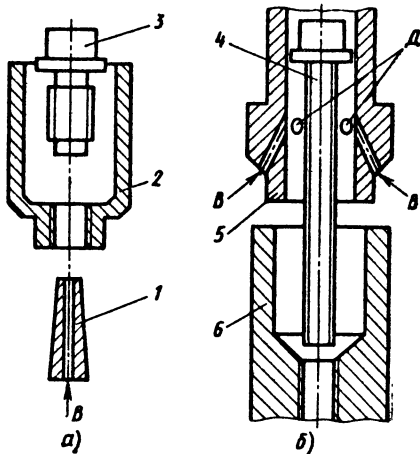

Рис. 44. Схема относительного расположения деталей при аэродинамическом ориентировании:
6. Затем винтом 5 разводят губки, сидящие на направляющей 7, разжимая таким образом кольцо, которое после этого свободно устанавливается на вал. 2. 32. Автор роторных линий — известный советский ученый и конструктор, заслуженный изобретатель РСФСР, лауреат Ленинской и Государственных премий СССР, академик АН СССР Лев Николаевич Кошкин. Ему принадлежит идея и конструкторские разработки, а также экспериментальные исследования и внедрение этого оригинального оборудования. 34. В 1928 г. советский ученый С. Я. Соколов предложил использовать ультразвук для обнаружения трещин, раковин и других дефектов в твердых телах. Это было началом применения ультразвука для дефектоскопии. 38. Струя воздуха подается через отверстие, в которое должна запасть деталь 1 (рис. 44). При этом благодаря наличию фланца на этой детали она приобретает необходимую устойчивость вдоль вертикальной оси (аэродинамический эффект), что обеспечивает ее западание в отверстие форсунки 2 после прекращения подачи воздуха под действием собственного веса. 39. Важными функциями заводских технологов, кроме перечисленных, являются: активное участие во внедрении нового прогрессивного инструмента и оснастки на рабочих местах; контроль за соблюдением технологической дисциплины на соответствующих производственных участках; поиск технологических возможностей экономии металла, инструмента, трудовых и других ресурсов. 43. Француз П. Эрротело, американец Ч. Холл. Оба родились в 1863 г. и умерли в 1914 г. 44. А. а) композит-10; б) ВКЗМ, композит-10; в) алмазный резец; г) резец из углеродистой стали У8 или У10А; д) шлифовальный круг из синтетических алмазов. Б. Под руководством академика Л. Ф. Верещагина. 46. В машиностроении клеевые композиции применяют для склеивания: сверл, фрез и другого инструмента из быстрорежущей стали с хвостовиками из других недефицитных сталей; пластмассовых накладных направляющих с чугунными корпусами станин, суппортов и других деталей, кристаллических сверхтвердых материалов с державками; элементов ячеек солнечных батарей на космических кораблях; пластмассовых гидроприводов; рулонной и листовой кровли на железнодорожных вагонах и во многих других случаях. 52. Одним из способов использования хо-